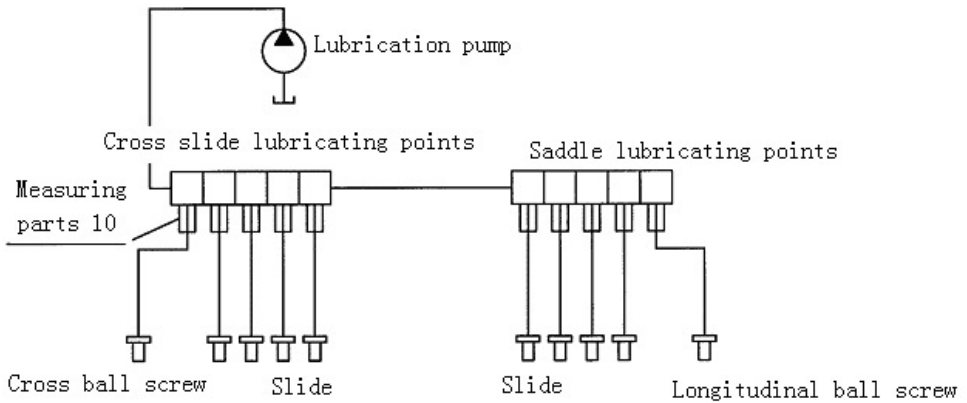

Abb. 3.6 Zentralschmieranlage
1. **Die Gewindespindel und die Linearkugellager** werden automatisch geschmiert (10 Schmierstellen) (siehe Abbildung 3.6). Es handelt sich dabei um ein Einzelpunkt-Dämpfungsschmiersystem, das aus einer Schmierpumpe, einem Filter, Messteilen, Leitungen und Drähten besteht. Die Schmierstellen werden mit einer definierten Menge geschmiert, die über die Messteile verteilt wird. Die Pumpe arbeitet periodisch und ist programmgesteuert. Das System verfügt über eine Alarmpunktion für Öldruck und Ölstand.